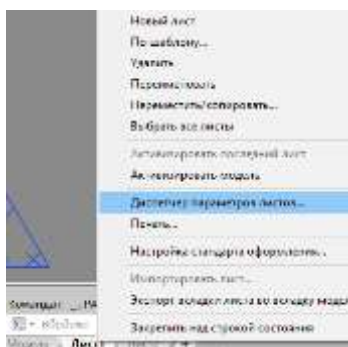

Рис. 2.17
1. Нажмите на вкладке «Лист 1» правой кнопкой мыши для вызова контекстного меню: сначала выберите команду «Переименовать» дайте новое имя листу «A3», а затем выберите команду «Диспетчер параметров листов» (рис. 2.17).